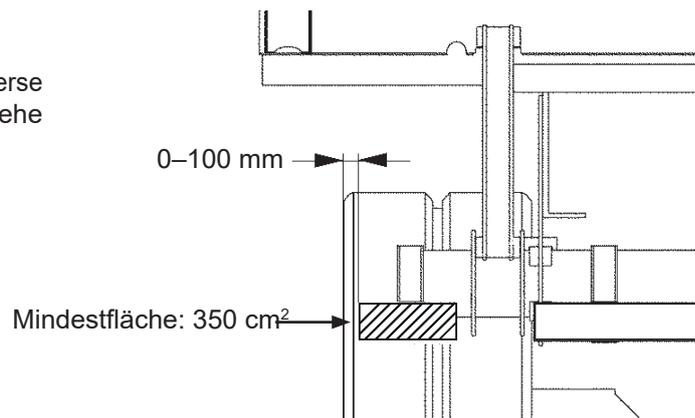

Abbildung 33. Gesetzlich vorgeschriebene Maße
- Horizontalabstand von der Außenkante der Traverse bis zur Außenseite des Rades: max. 100 mm. Siehe Abbildung 33.
- Jedes einzelne Teil des Unterfahrschutzes benötigt eine Mindestfläche von 350 cm2. Siehe Abbildung 33.